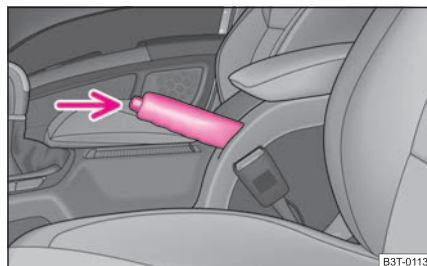

Fig. 123 Consola central: freno de mano
- Tire de la palanca del freno de mano un poco hacia arriba **y pulse al mismo tiempo** el botón de bloqueo ⇒ **Fig. 123**.